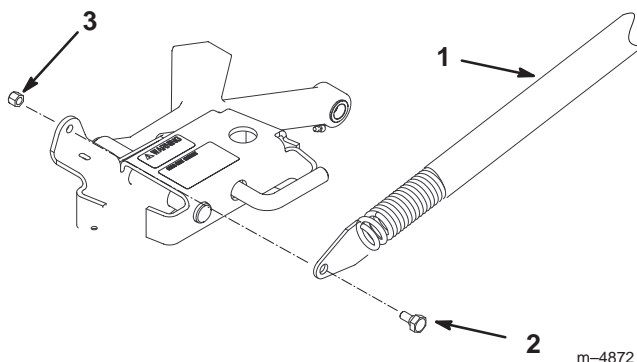

Figure 30
6. Fixez l'embout de ressort au bâti porteur à l'aide d'un boulon à épaulement (3/8 x 7/8") et d'un contre-écrou (3/8") (Fig. 30).